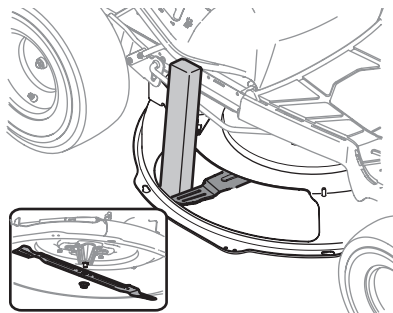

Figura 38
- Usar un bloque de madera al menos 2" x 4" (51 mm x 102 mm), insértelo dentro de la abertura de la plataforma y haga girar la cuchilla hasta que la madera haga cuña entre la abertura de la plataforma y la cuchilla de corte (Figura 38).
- Extraiga la tuerca de brida hexagonal que asegura la cuchilla al montaje del husillo (el recuadro de la Figura 38).